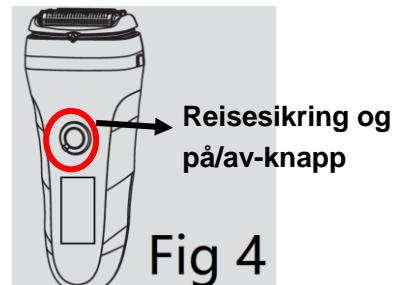

Fig 4
1. Drei reisesikringen til venstre og trykk knappen for å slå barbermaskinen av/på (Fig. 4).